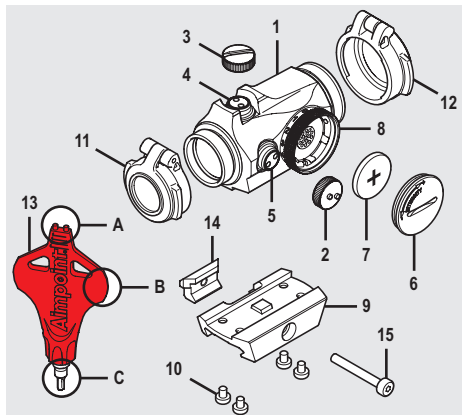

Fig. 1
- Retire la tapa de la batería (6) utilizando la herramienta (13B).
- Inserte la batería (7) con el polo positivo (+) en dirección a la tapa de la batería (6) como se observa en la Fig. 1.